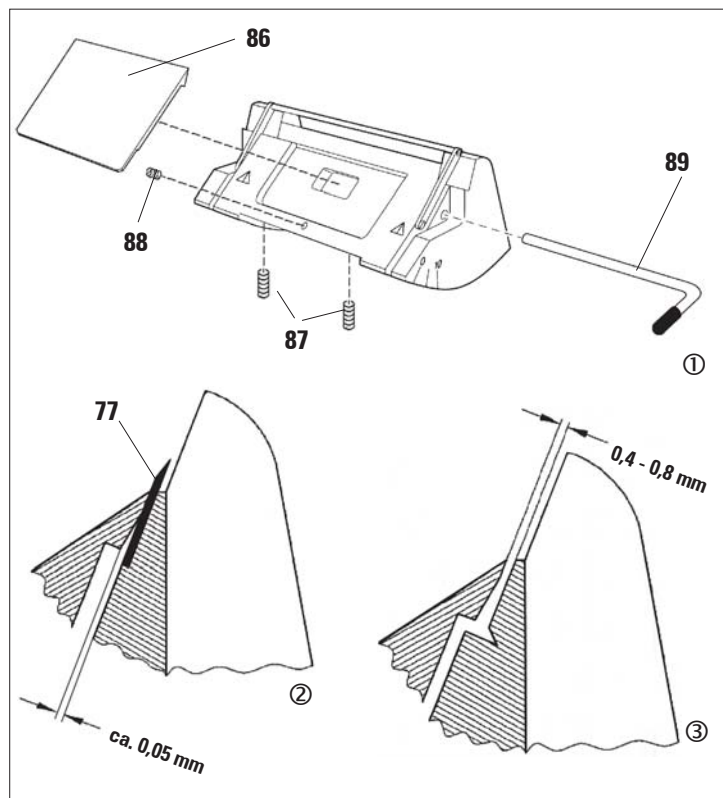

Fig. 31
- Plasser trykkplaten (86) riktig, sett inn klemhåndtaket (89) og fest trykkplaten så vidt (ved å stramme klemhåndtaket littegrann).
- Høydejuster trykkplaten ved hjelp av skruene (87). Den øvre kanten på de to trykkplatene (86) og (80) må være i samme høyde og parallelle med hverandre.
- Klaringsvinkelen til den fremre trykkplaten (86) justeres med en settskrue (88) som kan nås gjennom en åpning på undersiden av knivholderen (se tegning).
- Sett inn et blad (77) og stram klemmekanismen (89) så vidt.
- Bruk skruen (88) og juster trykkplaten (86) slik at kun den øvre kanten på trykkplaten utøver trykk på bladet. Det må være et synlig mellomrom (Fig. 31/2). Bruk en liten skrutrekker (ca. 3,0 x 70) til å justere.
- Når du justerer, kontroller at det er et mellomrom på ca. 0,4-0,8 mm mellom de to trykkplatene før klemmekanismen strammes (Fig. 31/3).